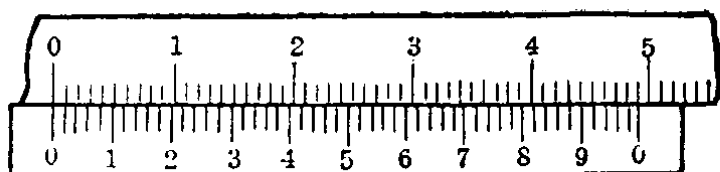

图 1-8 0.02 毫米游标卡尺的刻线原理
(3) 精度为 0.02 毫米的游标卡尺 这种游标卡尺的主尺每小格为 1 毫米, 每大格为 10 毫米。副尺每小格为 0.98 毫米。主尺与副尺每小格之差是 $1 \text{ 毫米} - 0.98 \text{ 毫米} = 0.02 \text{ 毫米}$, 如图 1-8 所示。